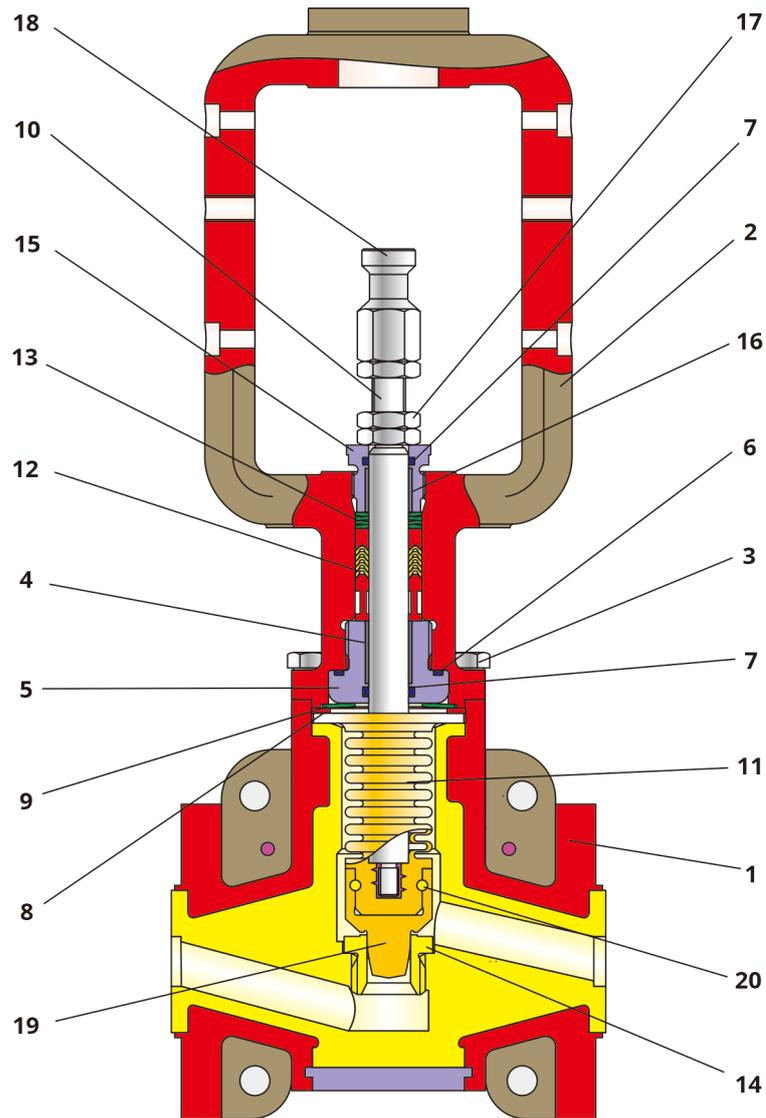

Fig. 3-1 : Vue en coupe d'une vanne à partir de l'année de fabrication 2015
*Ne pas visser le presse-étoupe (15) dans la bride du couvercle jusqu'à la butée.*
- ⇒ Serrer le couvercle à collerette (2) au niveau de l'arcade à colonnes à l'aide d'un étau à mâchoires afin que l'ouverture de la bride pointe vers le haut.
- ⇒ Insérer le jeu de rondelles-ressorts (13) dans l'alésage prévu à cet effet. La Fig. 3-1 illustre la disposition des rondelles-ressorts.
- ⇒ Insérer successivement la bague de fermeture, les joints V-ring de la garniture à chevrons (12) et le rouleau d'entretoise. La vue en coupe Fig. 3-1 illustre l'arrangement de la garniture à chevrons.
- ⇒ Enfoncer par pression le coussinet inférieur (4) de la partie supérieure du fouloir (5).
- ⇒ Insérer le joint torique (7) dans la rainure intérieure et le joint torique (6) dans la rainure du col du fouloir (5).
- ⇒ Graisser le fouloir (5) au niveau du filetage.
- ⇒ Insérer le fouloir jusqu'à la butée dans le couvercle à collerette (2).
- ⇒ Insérer la rondelle-ressort (9) et la rondelle de pression (8) dans le couvercle à collerette (2). La disposition est indiquée sur le dessin, de la figure 3-1.
- ⇒ Insérer de la tige (voir chapitre 3.5.1.2) dans le couvercle à collerette (2).
- ⇒ Enfoncer la bride du soufflet (11) dans le couvercle à collerette (2).